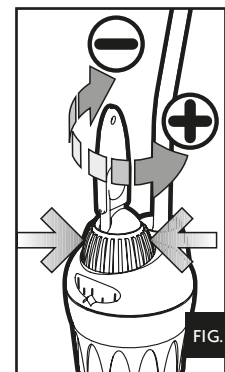

FIG. 6
- d. Hold the control knob (blue) with one hand so that the scale indicator does not move from the value of temperature you want to have and rotate the post-calibration knob (orange) toward + if the value of temperature you measured is lower than the one on the scale, or toward - in case the temperature you measured exceeds the one you have set (fig. 6). There are 6 preset positions, 3 toward + and 3 toward -. Each position corresponds to about 1°C. So if you have set a temperature of 24°C and you measure 22°C just turn the post calibration knob 2 steps toward +.
- d. Tenir le bouton de réglage principal (bleu) avec une main pour éviter à l'échelle de se déplacer de celle-là déjà fixée sur le point de repère et tourner le bouton de post-calibrage (orange) vers + si la valeur de la température que vous avez mesurée est plus basse de celle-là indiquée en correspondance du point de repère, ou vers - en cas la température mesurée est supérieure à celle indiquée par le point de repère (fig. 6). Le bouton de post-étalonnage peut être réglé sur 6 diverses positions, 3 vers le + et 3 vers le -. Chaque position correspond à peu près à 1°C. Si on a réglé le chauffe-eau sur une température de 24° et on mesure 22°C, il suffit de tourner le bouton de post-étalonnage 2 positions vers +.
- d. houd de blauwe draai-regelaar vast op de ingestelde waarde en draai de oranje draaiknop tegen + of - afhankelijk van het gemeten temperatuur (afb. 6). In elk richting (+ en -) kan maximaal tot 3 graden worden afge. 6). In elk richting (+ en -) kan maximaal tot 3 graden worden aangepast. Dat kan in drie stappen van elk 1 graad Celsius. Er is een voelbare click bij het bereiken van elk stap. Is het thermostaat bij voorbeeld ingesteld op 24 graden en er worden maar 22 graden gemeten houd u de blauwe regelaar op 24 graden vast, terwijl u de oranje draaiknop om 2 posities tegen u draait. Een ijken kan alleen binnen een band van zes graden gebeuren, 3°C naar + en 3°C naar -. PROBEER ER NOOIT VERDER DAN DREI STAPPEN IN EEN RICHTING TE DRAAIEN!
- d. Mantenga el botón de regulación principal (azul) con una mano para evitar que a la escala que se desplace de la ya fijada en el punto que marca y girar el botón de post calibración (naranja) hacia + si el valor de la temperatura que ha medido es más baja que la que se indica en el punto de referencia, o hacia - en el caso en que la temperatura obtenida sea superior a la indicada en el punto de referencia (fig. 6). El botón post-calibración se puede regular sobre 6 posiciones diferentes, 3 hacia el + y 3 hacia el -. Cada posición corresponde más o menos a 1°C. Si el termocalentador se ha regulado sobre una temperatura de 24° y se ha obtenido una temperatura de 22°C, basta con girar el botón de post-calibración 2 posiciones hacia +.